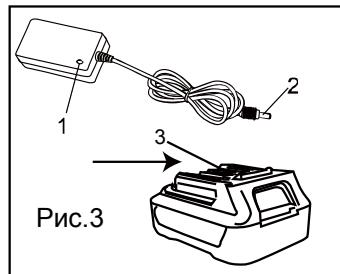

Рис.3
1. Вставьте штекер (2) зарядного устройства в разъем (3) на корпусе аккумулятора. Включите зарядное устройство в сеть. Индикатор (1) загорится красным светом ( Рис.3)
2. Когда батарея полностью заряжена, индикатор (1) изменит свет на зеленый.